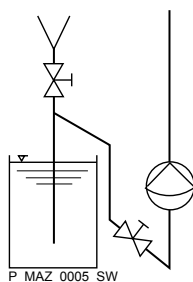
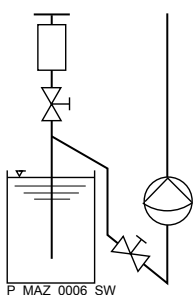

Fig. 22
Fig. 23
- Em caso de recipientes elevados sem possibilidade de ligação no fundo do recipiente aspirar por um tubo de sifão. Instalar dispositivo de enchimento (Fig. 22) ou sifão (Fig. 23) para o tubo de sifão (tubagem de aspiração).